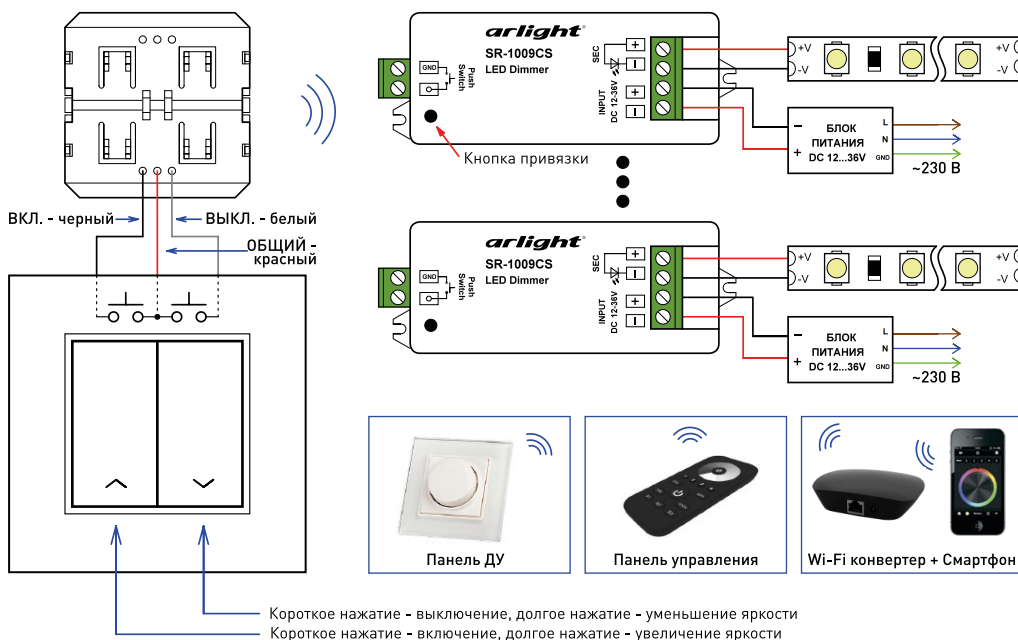

Рис. 1. Подключение оборудования на примере диммера SR-1009CS.
- 3.2. Подключите к конвертеру кнопочный выключатель без фиксации с двумя группами нормально разомкнутых контактов (Рис. 1).
- 3.5. Подключите светодиодную ленту, диммеры и блоки питания (см. инструкции к используемому оборудованию). Пример подключения оборудования приведен на рис. 1.
- 3.9. Проверьте работу управления. Функции кнопок приведены на рис. 1.